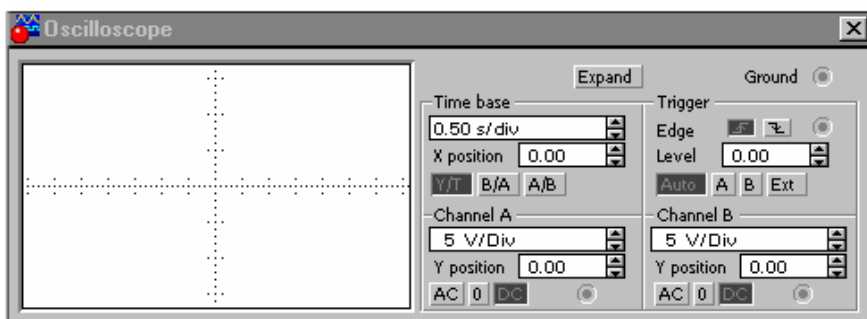

Рис. 4. Осциллограф
**Осциллограф.** Лицевая панель осциллографа показана на рис. 4. Осциллограф имеет два канала (CHANNEL) А и В с отдельной регулировкой чувствительности в диапазоне от 10 мкВ/дел (mV/Div) до 5 кВ/дел (kV/Div) и регулировкой смещения по вертикали (Y POS). Выбор режима по входу осуществляется нажатием кнопок AC, 0, DC. Режим AC предназначен для наблюдения только сигналов переменного тока (его еще называют режимом «закрытого входа», поскольку в этом режиме на входе усилителя включается разделительный конденсатор, не пропускающий постоянную составляющую). В режиме 0 входной зажим замыкается на землю. В режиме DC (включен по умолчанию) можно проводить осциллографические измерения как постоянного, так и переменного тока. Этот режим еще называют режимом «открытого входа», поскольку входной сигнал поступает на вход вертикального усилителя непосредственно. С правой стороны от кнопки DC расположен входной зажим.